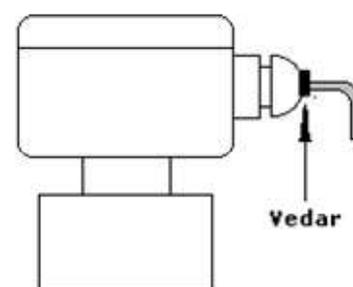

Figura 14
- Após fazer as interligações elétricas, vedar as conexões elétricas no invólucro (cabeçote), de modo que não penetre água ou umidade no interior do mesmo; (**Figura 14**).